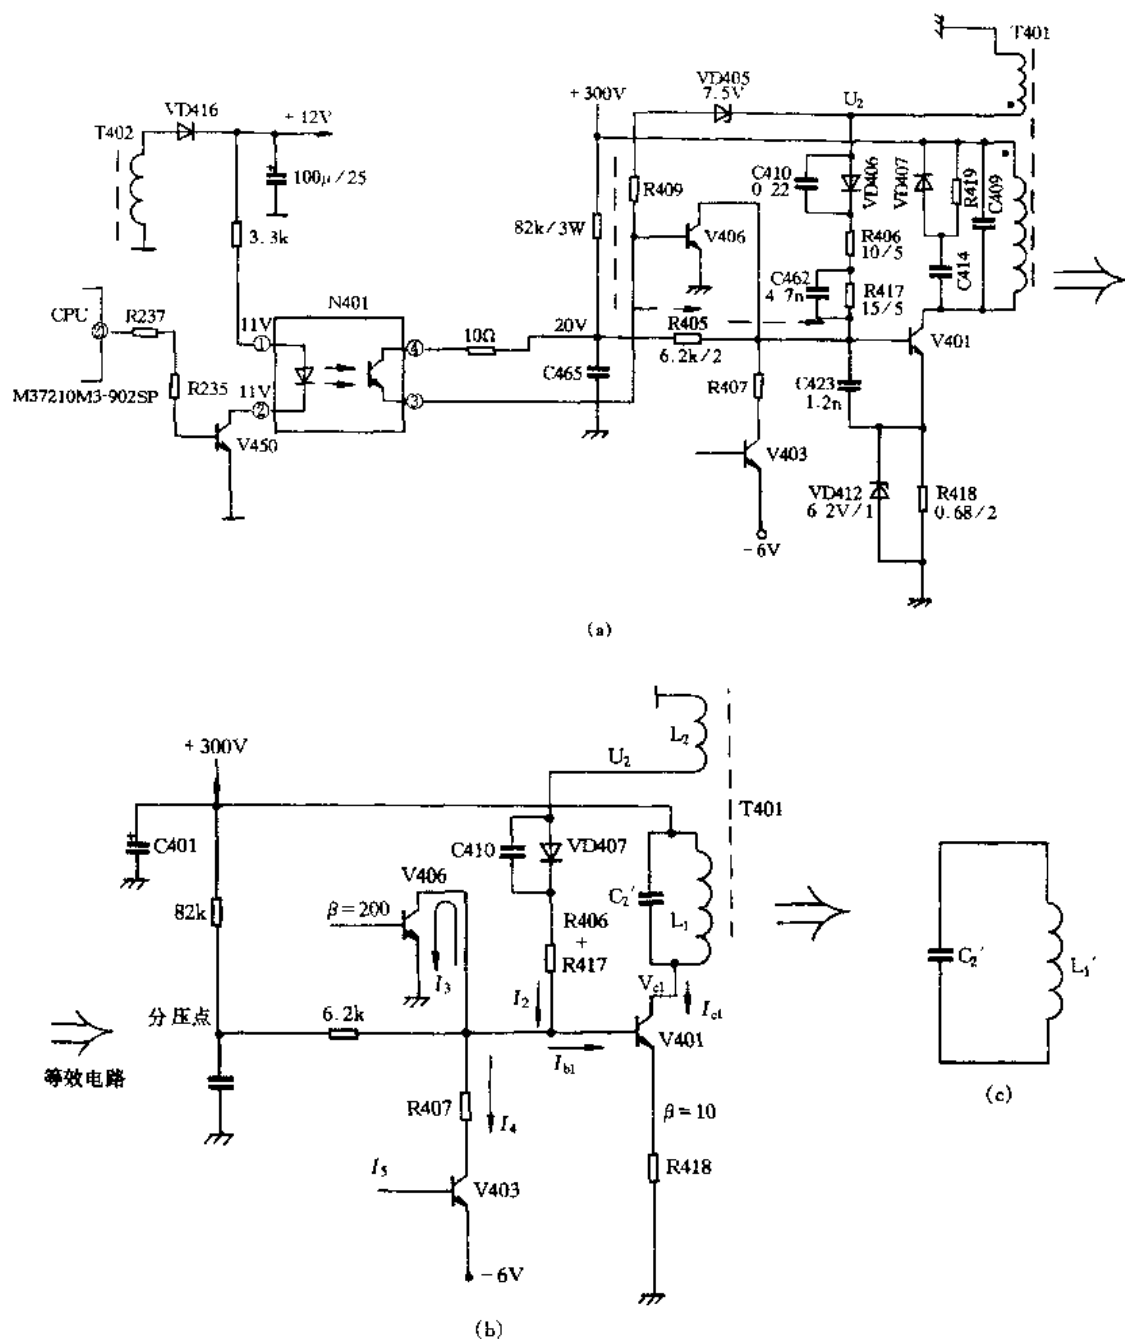

图 1-2 开关电源的自激振荡过程
开机状态下, 由桥式整流器 BR401 整流后在 C401 上充有约 +300V 的直流电压(未稳压), CPU (M37210M3 - 902SP) 的 ②脚 (POW) 为低电平(0V), 通过接插件 XS201 的 ①针、R235 到 V450 的基极, 使其 $U_b = 0$ 而截止。N401 (光电耦合器) 中的发光二极管截止(不发光), 光敏三极管亦处于截止状态, N401 ③、④脚间开路。+300V 电源通过 R404 (82k Ω /3W)、R405 (6.8k Ω /2W) 为开关管 V401 基极提供约 3.3mA 的启动电流 I_{b1} , 使 V401 开始导通。V401 集电极电流通过 T401 原方(初级)主绕组(参见图 1-2 (a))。在 I_{c1} 增长期间使 T401 正反馈绕组产生约 10V 的脉冲峰值电压 U_2 , U_2 通过 VD407、R406、R417 向开关管 V401 基极提供约 0.37A 的电流 I_2 [$I_2 = (U_2 - 0.7) / (R_{406} + R_{417}) = 0.372A$], 与此同时, V401 吸收了部分电流 I_3 [$I_3 = (U_2 - 7.5V) / R_{409} \times \beta = (10 - 7.5) \div 6.8k\Omega \times 200 = 73.6mA$], 因此开关管实际基极电流约为 $I_b = I_2 - I_3 = 0.372 - 0.074 = 0.298A = 298mA$, 参见图 1-2 (b)。
因负载的单向导通特性和 V401 处于截止期, 此时 V401 集电极负载电路可等效为 $L'_1 // C'_2$ 的并联振荡回路(参见图 1-2 (c)), 在 V401 截止瞬间 C'_2 上充有约 150V 的电压, 经 1/4 个振荡周期 ($\Delta t = \pi \sqrt{L'_1 C'_2} / 2 \approx 5ms$)。 C'_2 开始通过 L'_1 放电, 再经 1/4 周期后, C'_2 反向放